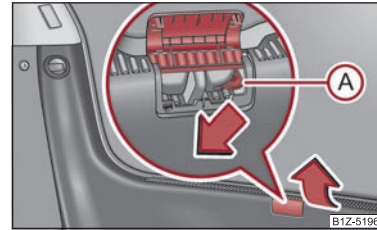

Fig. 29 Descurierea de urgență a capacului portbagajului
- Ridicați capatul de pe încuietoare ⇒ fig. 29.
- Cu ajutorul unui obiect subțire de exemplu a unei șurubelnițe, apăsați maneta (A) până la limită în sensul săgeții; capatul portbagajului se descurie.